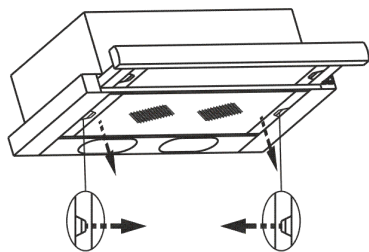

рис. 7
8.3 Для очистки алюминиевого фильтра извлеките его из вытяжки (рис. 7) и произведите его очистку с помощью щетки водным раствором нейтрального моющего средства вручную или в посудомоечной машине (при 60°C). Сильно загрязненный фильтр не следует мыть в посудомоечной машине. Старайтесь не сгибать фильтр при мойке. Возможное изменение цвета фильтра, с течением времени, не приводит к снижению эффективности его действия.
- снимите алюминиевый фильтр, для этого нажмите на пружинный замок на фильтре и потяните его вниз и на себя (рис. 7);